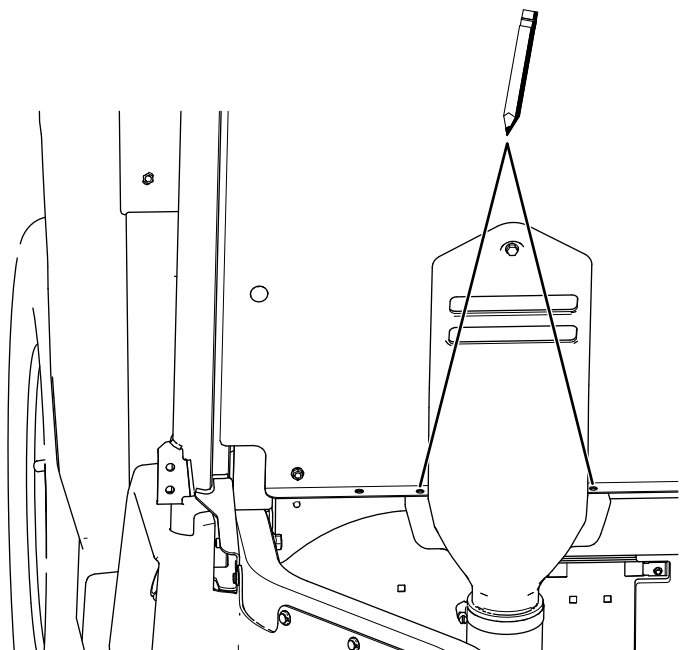

Figura 63
- C. Usando la cubierta de admisión de la CVT como plantilla, marque la posición de los 2 orificios (Figura 63).